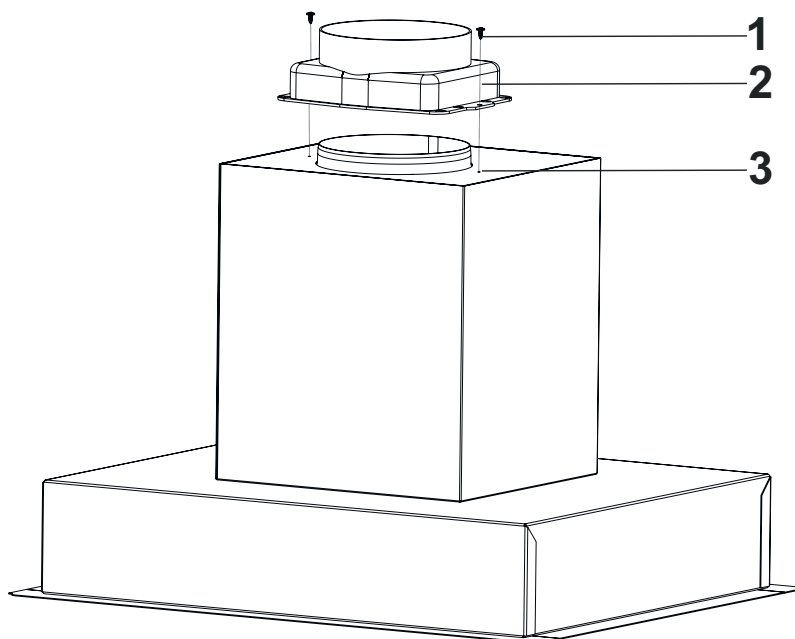

Fig. 7
**1.** → Monter Ø150mm aftræksstuds med returklapper på motorkabinetet med 2 x 3,5x9,5 skruer (Fig. 7).